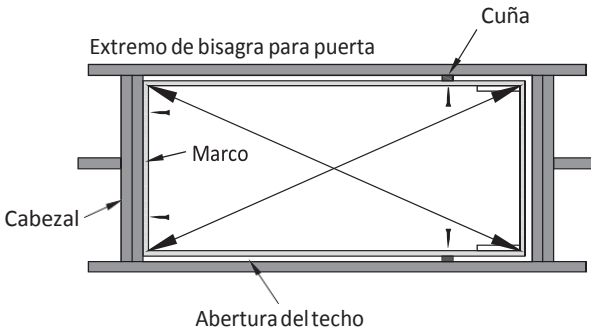

FIGURA 7
F. Asegúrese que el cuadro en la bisagra de la puerta esté empujado contra el cabezal y esté centrado lado a lado en la abertura en la pared. Con la puerta cerrada, asegure la bisagra al cabezal usando dos pijas de 2 ½" (Figura 7). Debido a las condiciones ajustadas, las pijas necesitan estar instalados a un ángulo a través del marco y dentro del cabezal. No use agujeros pre-perforados para las pijas. Estas pijas son usadas en el Paso 2.
G. Abra cuidadosamente la puerta de la escalera de ático pero sin desdoblarse la sección para escalar hasta que se indique en el paso 3. Centre y cuadre el lado opuesto del marco de la escalera de ático en la abertura del techo utilizando cuñas. Asegúrese que el marco de la escalera haya sido cuadrado correctamente tomando dimensiones diagonales en el marco hasta con 1/8" de diferencia entre ellas. (Figura 7).
H. Asegure los costados del marco a las vigas del techo con pijas para madera de 2 ½" en la posición de las cuñas (Figura 7). No utilice los agujeros pre-perforados para las pijas para madera. Agujeros pre-perforados se serán usados en el Paso 2.